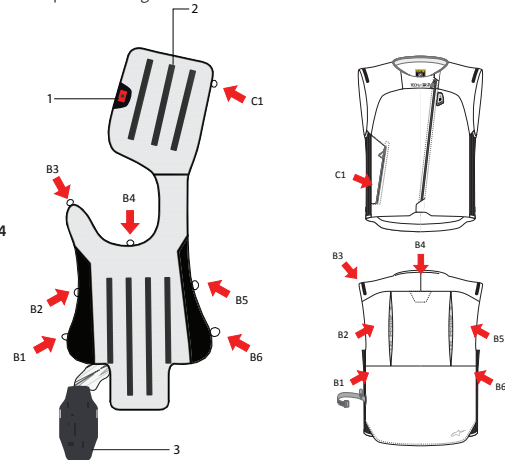

Figure 14
4. Détachez l'airbag de la veste en ouvrant tous les clips de connexion. Les clips sont disposés comme indiqué sur la figure 14.